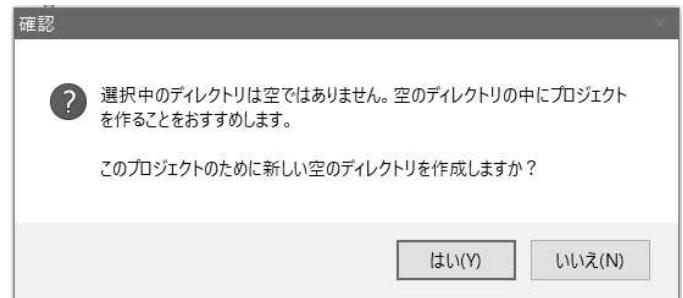

図 4-3
③ 新しいディレクトリ（フォルダ）の作成確認ダイアログが開くので [はい] をクリックして、新規プロジェクト用のフォルダを作ります。図 4-3